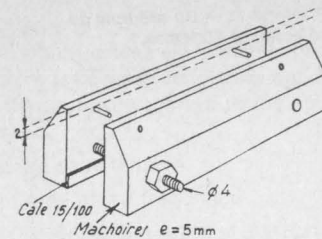

Fig. VI-14. — Presse à lames.
**Les lames :** se procurer du clinquant d'acier de 8 à 10/100. Ne pas exagérer la minceur, les lames devenant trop frêles. Découper aux ciseaux (pendant une absence de madame) une bande de 2,2 mm de large et de longueur suffisante. Puis amener à la lime douce cette bande (par éléments de 5 cm) à 2 mm de large. Cette opération sera rendue facile, par l'utilisation d'une petite presse réalisée suivant la figure VI-14. Préparer ainsi le nombre de lames nécessaires en prévoyant largement leur longueur (25 mm). Les lames sont fixées sur la pièce B par soudure à l'étain. Préparer le montage